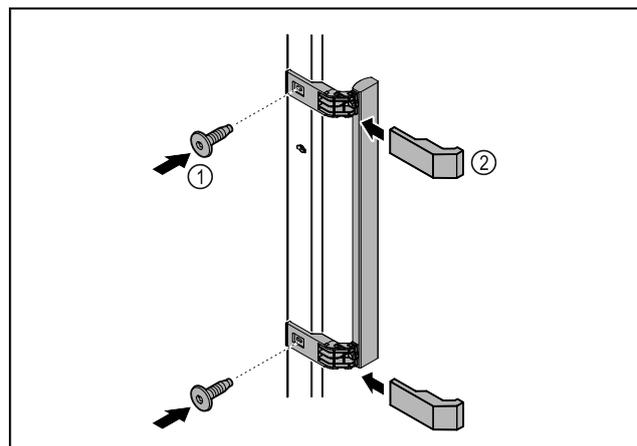

Fig. 6
- Griff aus dem Beipack mit den beiliegenden Schrauben Fig. 6 (1) an der Tür anbringen.
- Abdeckung Fig. 6 (2) aufsetzen.